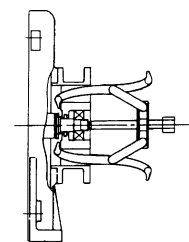

図 11
- (1) ベルト⑳および、ブロワプーリ㉓を外す。(ベルトを外す方法は、「12. ベルト張り調整・交換要領」に従ってください。)
- (2) ブロワ本体をベースより外す。適当な台に吸込口が上を向くようにブロワを置く。(作業中、ブロワを転倒させないように注意してください。)
- (3) ベアリングカバー㉒とパッキン㉑を外す。
- (4) ベアリングナット㉒、ベアリングワッシャ㉓を外す。
- (5) 入口側ベアリングボックス㉔を取り付けているネジを外し、プーリ抜きを用いて入口側ベアリング㉕と入口側ベアリングボックス㉔を共に抜く。(図 11)
- (6) 入口側ベアリングボックス㉔より入口側ベアリング㉕を抜く。この時、ハンマの柄などで裏面より入口側ベアリング㉕をたたくと抜ける。
- (7) ケース締付ボルト㉖を外し、ファンケース(C)㉗を外す。
- (8) ファン止めナット㉘、ファン止めワッシャ㉙を外す。
- (9) (MLB-1503,2003, GLB-1505,2005) エンドカラー㉚、ウェーブワッシャ㉛を外す。
- (10) ファン㉜、デフレクタ㉝、ファンケース(B)㉞の順で最後のファン㉜まで取り外す。